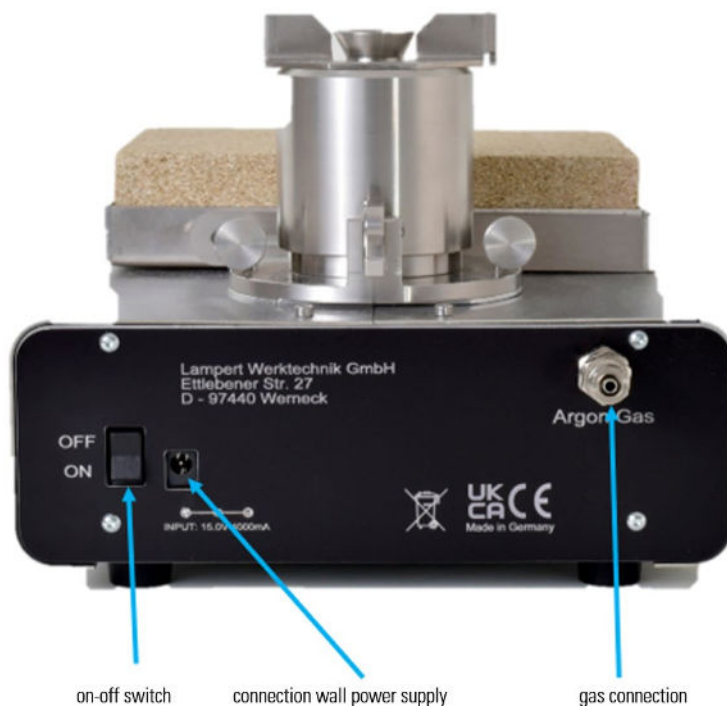

Fig. 4.2 Vista trasera de la centrifuga de fundición FUSION con conexiones y elementos de control
Enchufe el cable de conexión del adaptador de red suministrado en la toma de conexión de 24 V (p. 17, fig. 4.2) situada en la parte trasera del aparato. A continuación, enchufe el cable de alimentación a una toma de corriente con la tensión adecuada.
- Conecte la manguera de gas suministrada a la conexión «Argon gas» situada en la parte trasera de la unidad (p. 17, fig. 4.2) y al regulador de caudal de la botella de gas.